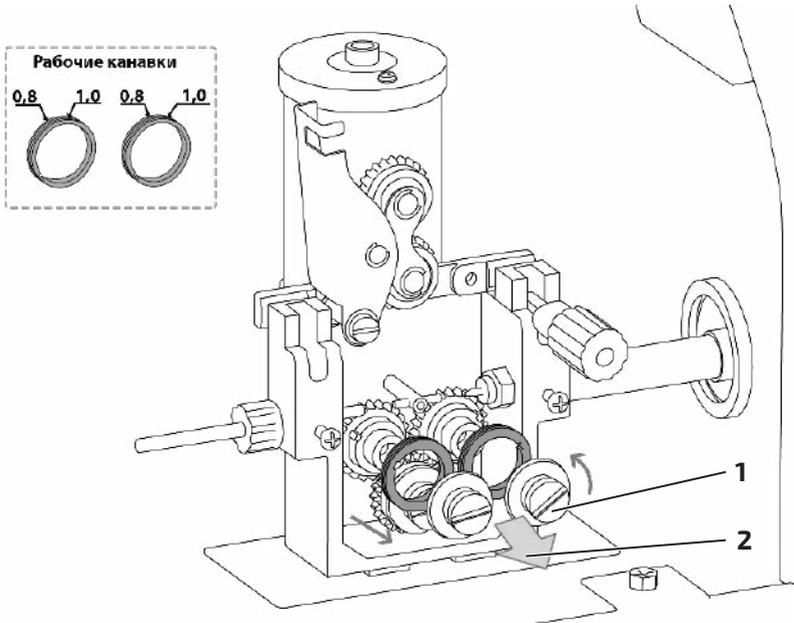

Рис. 8.3.3. Порядок смены подающего ролика.
2. Установите необходимую канавку в зависимости от диаметра сварочной проволоки ролик (см. рис. 8.3.3). Для этого: